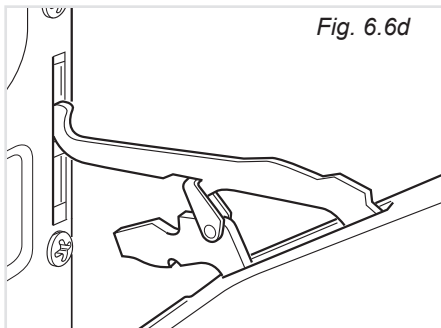

Fig. 6.6d
- Estrarre anche la baionetta superiore delle cerniere dal loro alloggiamento (fig. 6.6d).